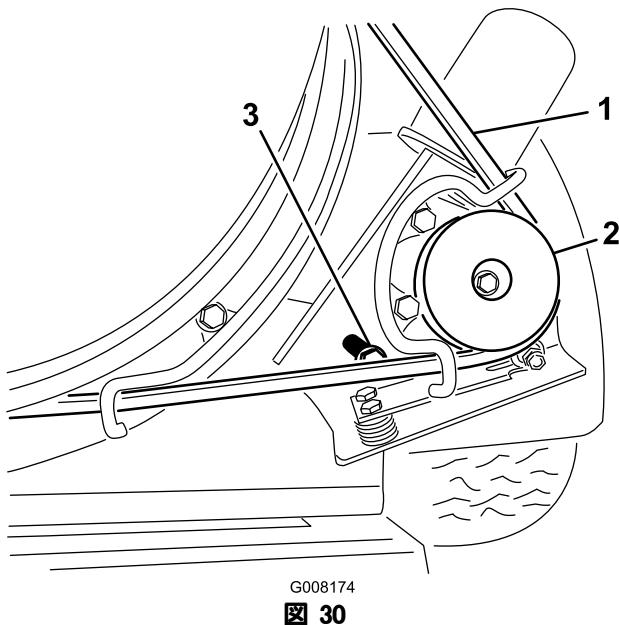

図 30
1. プーリ取り付けブラケットをプロアのフレームに固定しているボルトをゆるめる（図 30）。